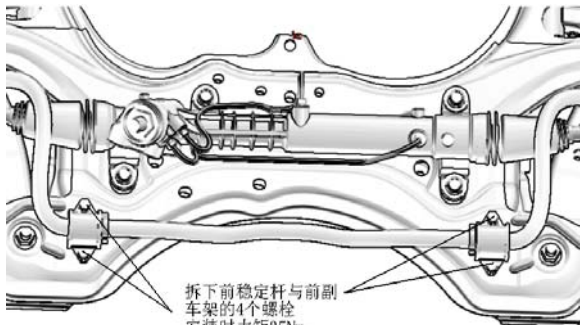

图 1-14
- (1) 下摆臂总成的拆卸
- ① 旋转转向盘以便移动相应前轮至最小侧位置。
② 如图 1-14 所示，从球头螺柱上拆卸开口销。